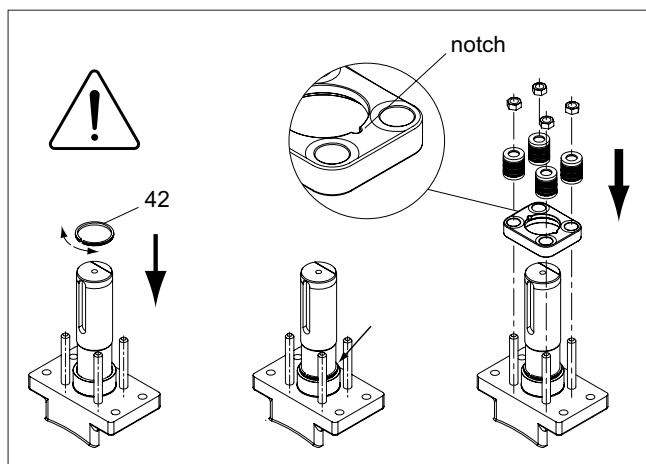

Fig. 17 Montage de la bague de retenue
- Dévissez les écrous (18) et retirez les kits de ressorts de disque (150), le presse-étoupe (9a), la bague de retenue (42) et la bague de compression (9b).
- Retirez les anciennes bagues de garniture (20). Prenez garde à ne pas endommager les surfaces de l'arbre et du logement de la bague de garniture.
- Glissez la bague de retenue (42) sur l'arbre et poussez-la contre la bague de compression, voir la Figure 17. Voir aussi la mise en garde.